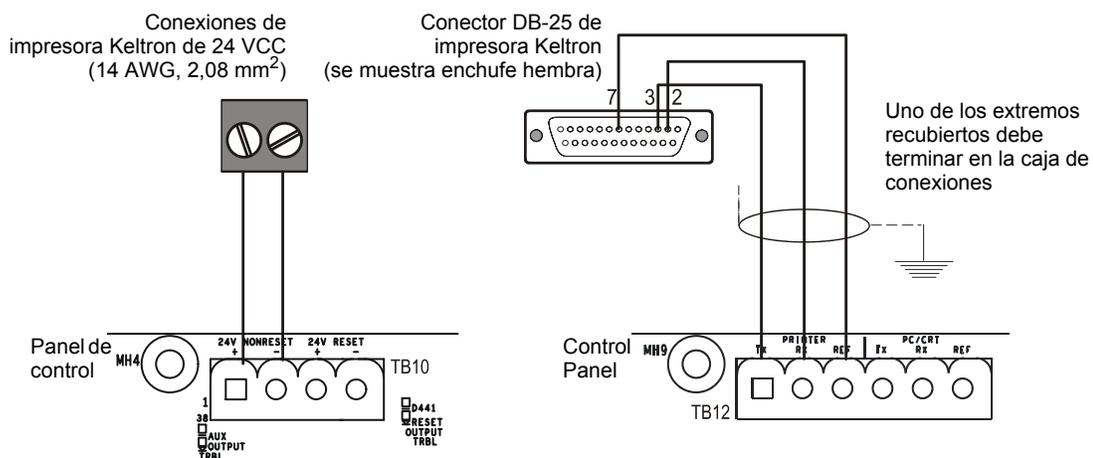

Figura 3.27 Conexiones de impresora Keltron
1. Conecte los tres (3) contactos abiertos del cable personalizado al bloque del terminal TB12 en el panel de control, tal como se muestra en la figura 3.27.
2. Conecte la energía CC del bloque del terminal TB10 en el panel de control, como se muestra en la figura 3.27.